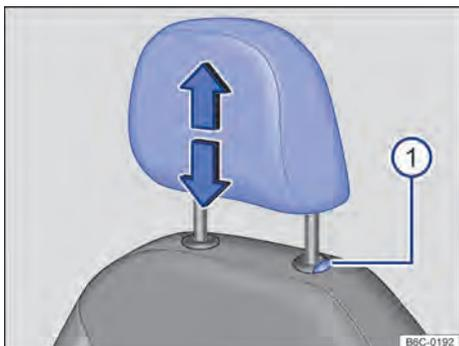

Fig. 68 Apoio para cabeça dianteiro: desinstalar.
- Retirar o apoio para cabeça com o botão → Fig. 68 ⓘ pressionado.
- Empurrar o apoio para cabeça totalmente para baixo com o botão → Fig. 68 ⓘ pressionado.